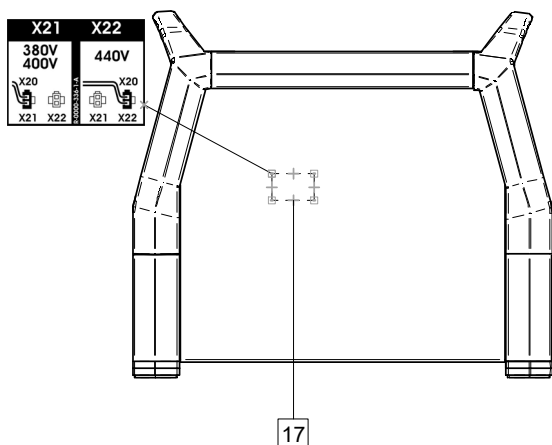

Bild 3
- Placera X20-pluggen (se bild 3) på rätt plats: